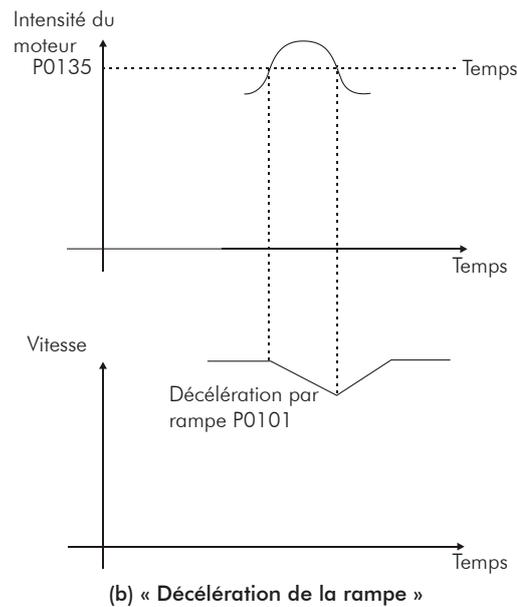

Figure 9.9: (a) et (b) - Limitation du courant via les modes de travail P0135
- Fonctionnement : si le courant du moteur dépasse la valeur réglée en P0135 pendant l'accélération ou la décélération, la vitesse ne sera plus augmentée (accélération) ou diminuée (décélération). Lorsque le courant du moteur atteint une valeur inférieure à P0135, le moteur accélère ou décélère à nouveau. Se référer à la Figure 9.9 à la page 9-10 (a).
- Fonctionnement : si le courant du moteur dépasse la valeur réglée en P0135, l'entrée de la rampe de vitesse est mise à zéro pour forcer une décélération. Lorsque le courant du moteur atteint une valeur inférieure à P0135, le moteur accélère à nouveau. Se référer à la Figure 9.9 à la page 9-10 (b).